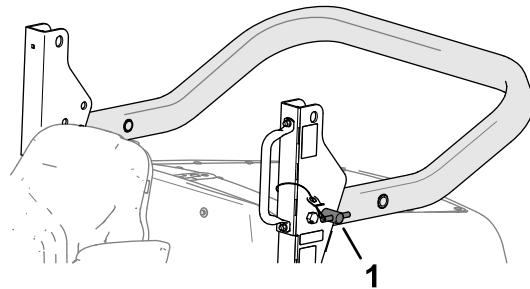

**Figure 29**
2. Retirez les goupilles fendues des axes de l'arceau de sécurité dans les supports de pivot du cadre (Figure 29).
3. Soutenez le poids de la partie supérieure de l'arceau de sécurité pendant que vous retirez les axes des supports de pivot (Figure 29).